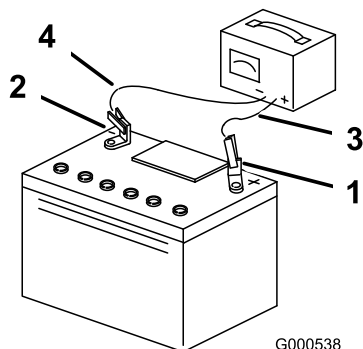

Figure 52
- Quand la batterie est chargée au maximum, débranchez le chargeur de la prise, puis débranchez les fils du chargeur des bornes de la batterie (Figure 52).